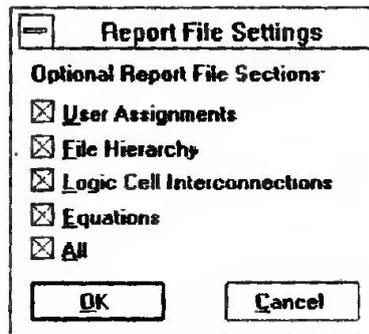

Рис. 2.37
1. Выберите **Report File Setting** (задание разделов файла отчета) из меню **Processing** (обработка). На экране отобразится диалоговое окно **Report File Setting** (рис. 2.37).